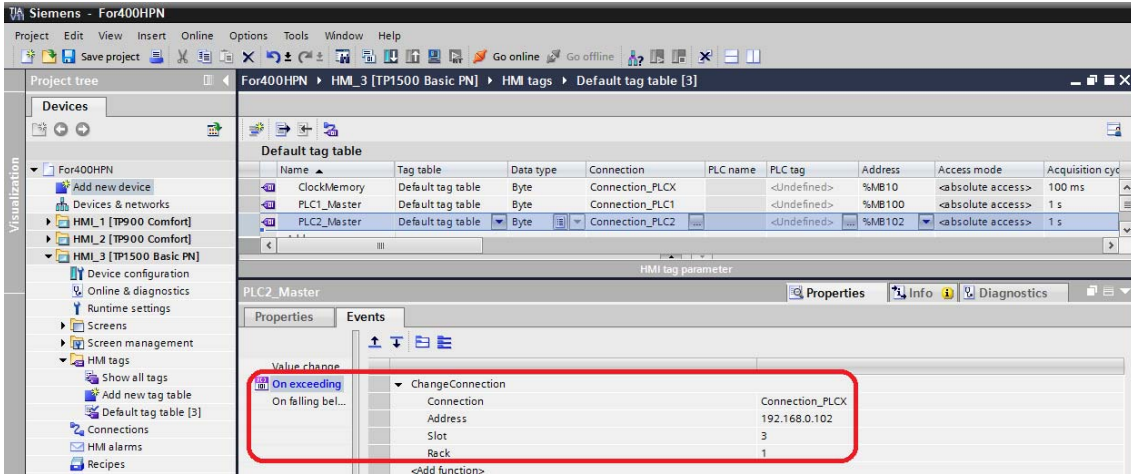

图 11
- (G) 在变量 PLC2_Master 的 Events-On exceeding 中添加系统函数 ChangeConnection，设置 Connection 为 Connection_PLCX，Address 为 192.168.0.102，Slot 为 3，Rack 为 1，如图 11 所示。